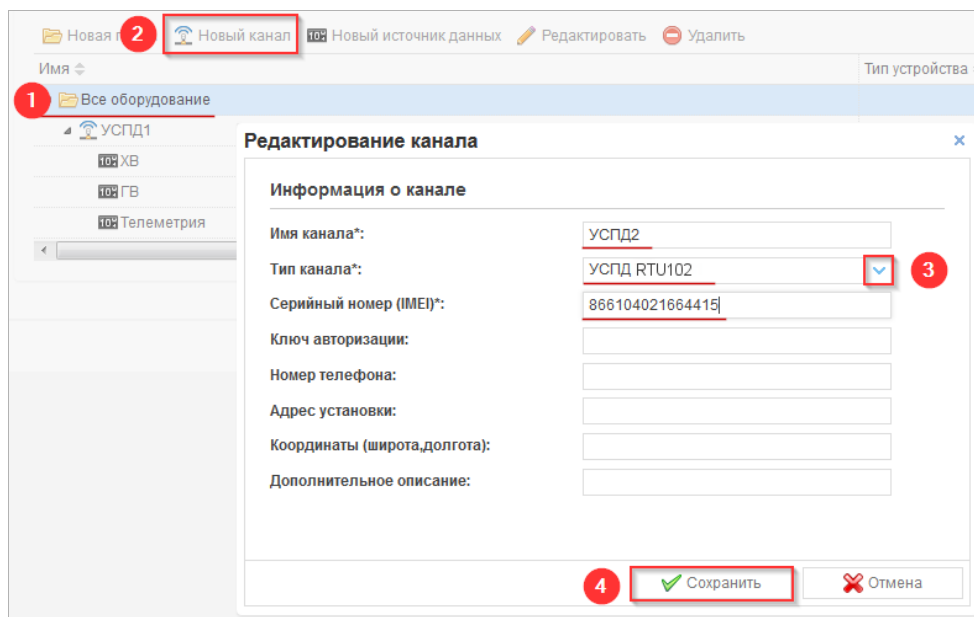

Рис.8. Сервер TELEOFIS. Добавление новых УСПД.
3. Сохраните изменения (Рис.8).